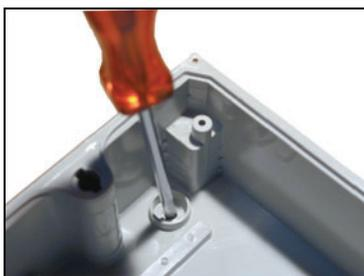

Fig. 20
- Percer les 4 trous prédécoupés au fond du boîtier, à l'aide d'une foreuse ou d'un tournevis (Fig. 20).